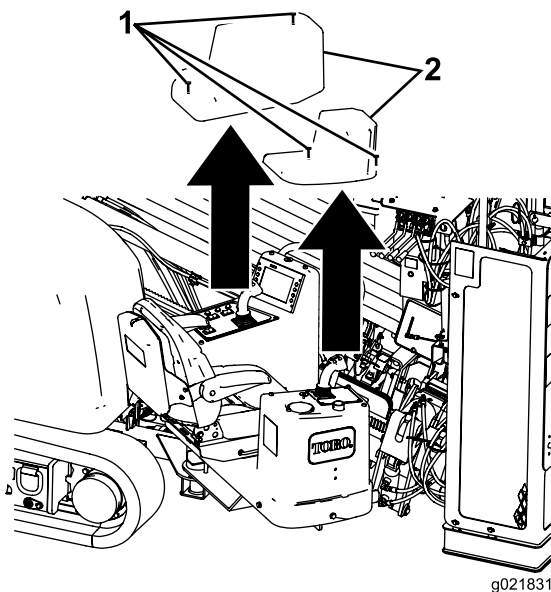

Figura 69
3. Afloje los 4 tornillos que sujetan las fundas sobre las consolas del operador, y retire las fundas (Figura 69).